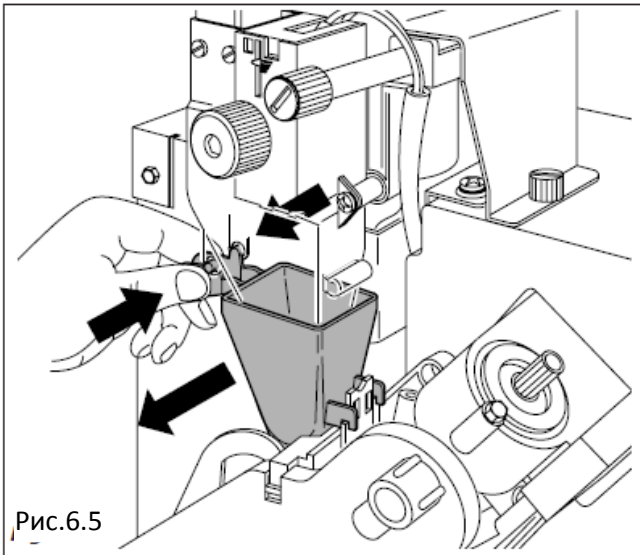

Рис.6.5
- Воронка и спускной желоб для кофе (Рис. 6.5)